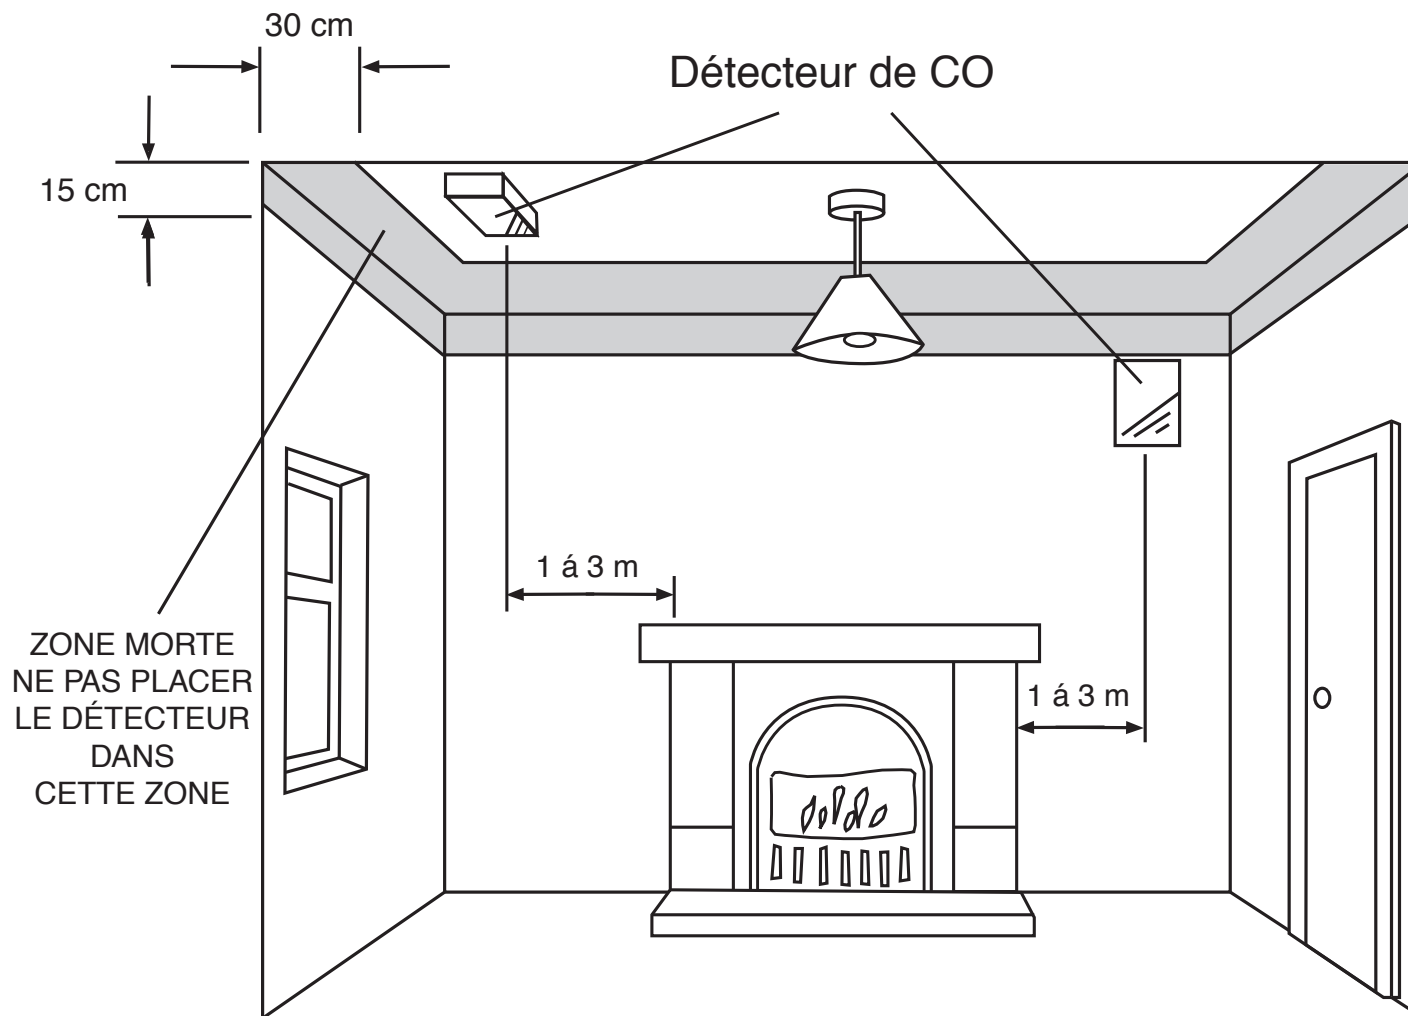

Figure 2. Emplacement dans une pièce avec appareil à combustible
3.3 Si vous placez un détecteur de monoxyde de carbone dans une pièce contenant un appareil à combustible (voir figure 2)